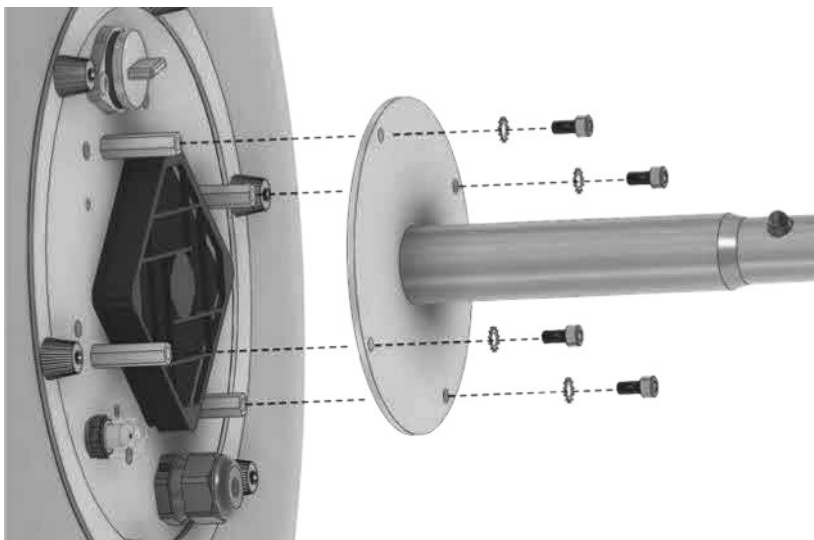

Abb. 10
- Lösen Sie die Stativaufnahme durch Entfernen der 4 Stück Innensechskantschrauben (Abb. 10).